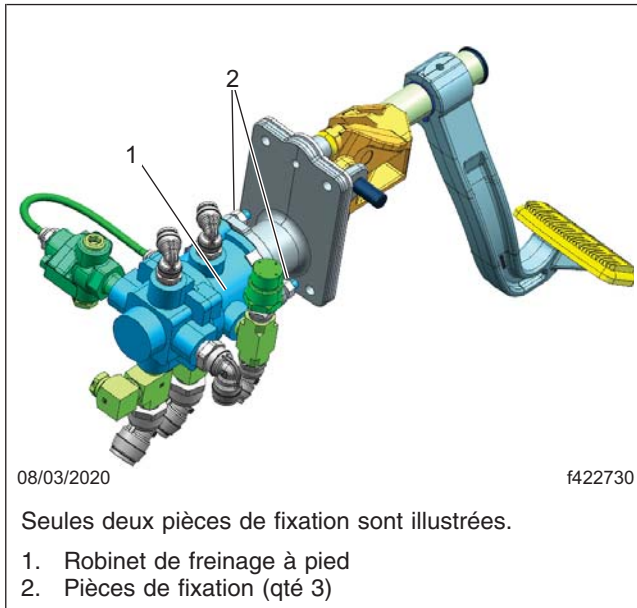

Fig. 3, Robinet de freinage à pied
- Retirez les trois pièces de fixation qui fixent le robinet de la pédale au bloc pédale de frein réglable. Tout en maintenant les autres tuyaux flexibles et faisceau de câblage attachés, écartez le robinet de freinage à pied et maintenez-le sur le côté. Reportez-vous à la **Figure 3** pour connaître l'emplacement des pièces de fixation.